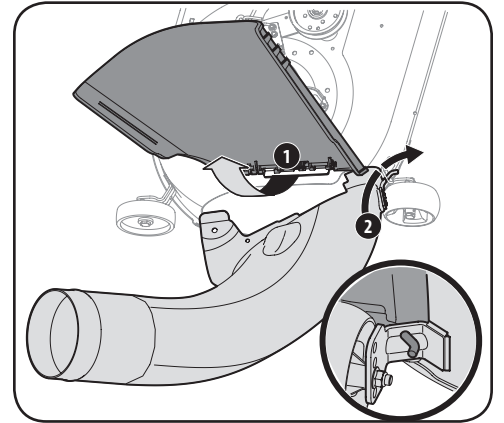

Figure 4-23
1. Installez la partie supérieure du boyau de la goulotte dans le support de la goulotte supérieure. Il y a deux encoches à l'intérieur de la partie inférieure du support de la goulotte supérieure qui servent à fixer le boyau de la goulotte. Voir Figure 4-23.